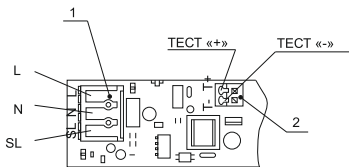

Рисунок 3
5.5.3 Ввести через сальник сетевой кабель внутрь светильника и подключить подготовленные концы к контактным зажимам клеммной колодки 1 (рисунок 3) согласно маркировке:
- к контактному зажиму (L) – фазный проводник сети (коричневый проводник);
- к контактному зажиму (N) – нейтральный проводник сети (синий проводник).
5.5.5 Подключение светильника к устройству дистанционного тестирования и управления производить к клеммной колодке 2 (рисунок 3) с соблюдением полярности «Т+» и «Т-».